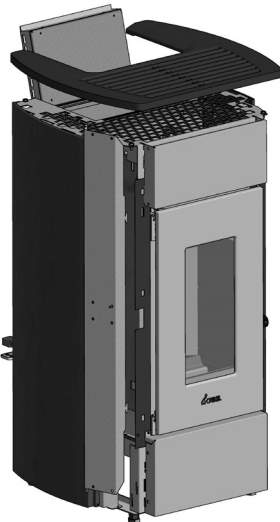

Fig. 37 - Desenganche el soporte de las mayólicas
- Abra la tapa del pellet y quite la parte superior (véase **Fig. 37**)